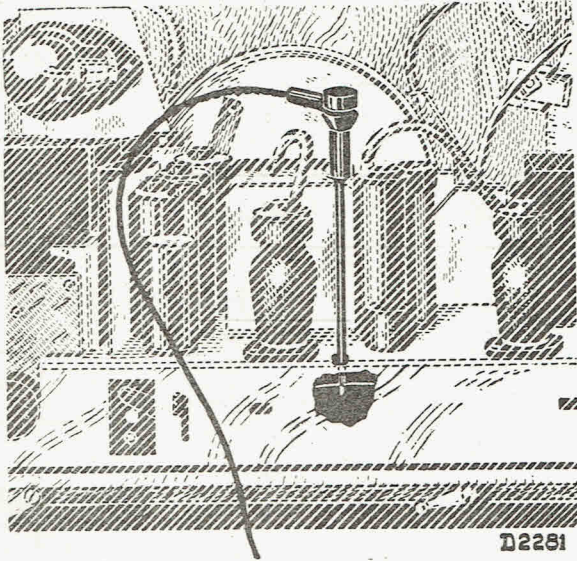

Fig. 6
11. Raccorder le récepteur auxiliaire (fig. 6) via le condensateur de 25 $\mu\mu\text{F}$; connecter l'indicateur de sortie à l'appareil auxiliaire et syntoniser sur 546 kc.
6. Raccorder le récepteur auxiliaire (fig. 6) à travers du condensateur de 25 μ F; connecter l'indicateur de sortie à l'appareil auxiliaire et syntoniser sur 395 kc.